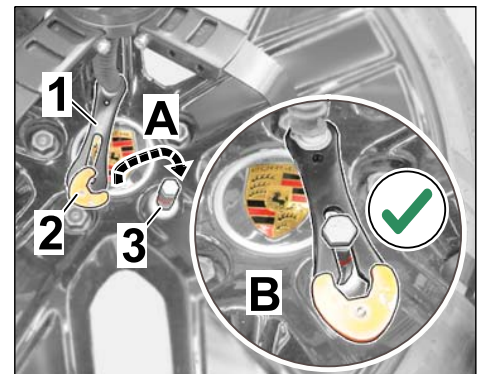

Bild 9
- 2.3.1 Befestigungshebel, mit der Sicherungsklappe (Orange) sichtbar nach außen zeigend, in freie Nut am Distanzbolzen einhängen (⇒ Bild 9-A und B-).